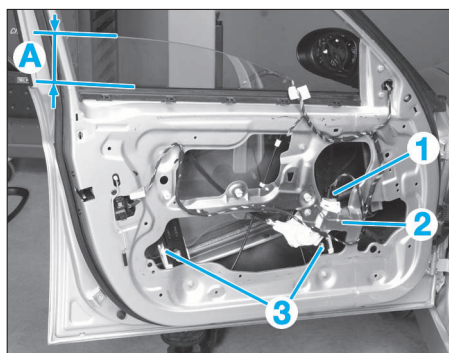

FIG. 59
- Ouvrir la vitre de portière sur un maximum de 105 mm (A).
- Débrancher le connecteur (1) du moteur de lève-vitre (2) (Fig.59).